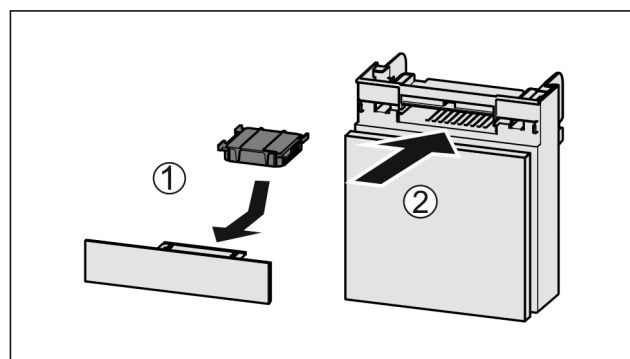

Fig. 167
- 按图装入 Fig. 167 (1) 活性炭过滤器。
- 推入 Fig. 167 (2) 抽屉。